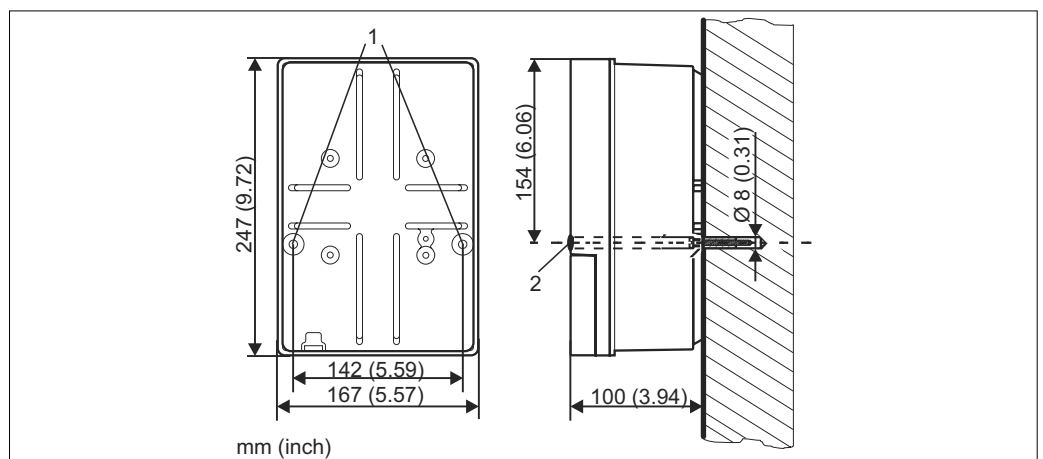

Fig. 10 : Dimensions pour le montage mural, vis de fixation : Ø 6 mm (0,24"), cheville : Ø 8 mm (0,31")
1. Percez des trous selon la Fig. 10.
2. Insérez les deux vis de fixation à l'avant dans les trous de fixation correspondants (pos. 1).
4. Couvrez les perçages avec les capuchons en plastique (pos. 2).